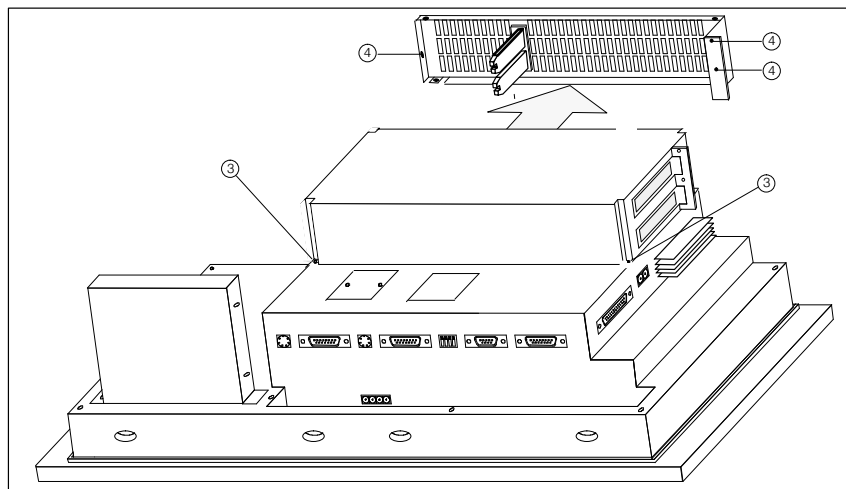

Bild 5-2 Seitenteil abnehmen
4. Befestigen Sie die AT-Erweiterungsbox mit nur zwei der vier beiliegenden Schrauben ③ am OP (Bild 5-2).
5. Lösen Sie die drei in Bild 5-2 gekennzeichneten Schrauben (4) und nehmen Sie das Seitenteil ab.